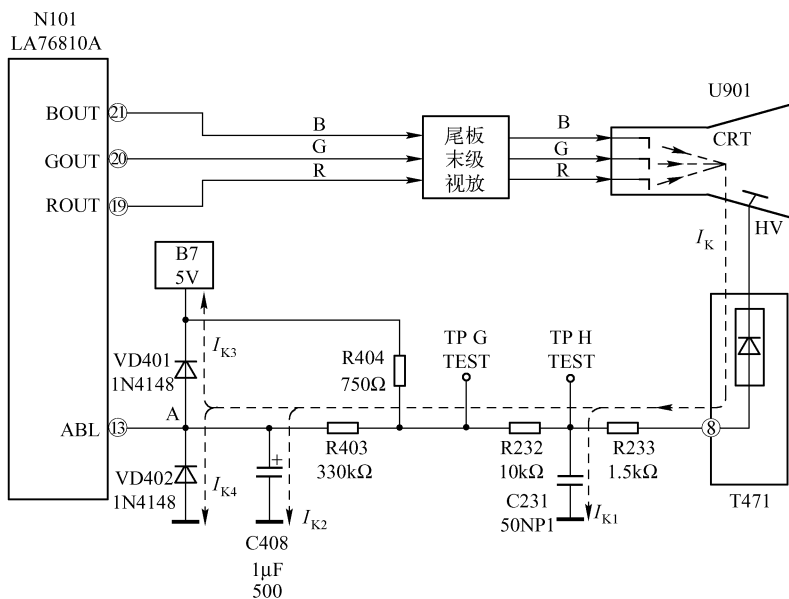

图 3-43 ABL 电路原理图
① 灯丝电压 H, 由 T471⑨脚输出, 是一种脉冲电压, 主要供给显像管灯丝, 正常输出时, 有 4.0V 左右的交流电压 (用交流电压挡测得), 用直流电压挡测量时为 0V。
② B3 (190V) 视放末级供电电压, 由 T471②脚输出的脉冲电压经 VD441 整流、C439 滤波后获得, 主要送入显像管的尾板电路。
③ 显像管阳极高压 HV, 由行输出高压电缆输出, 并通过高压帽加到显像管的锥体上。
④ 显像管聚焦极电压  $U_{FD}$ , 由行输出变压器的引出线输出, 加到显像管管座的聚焦电压接线盒内部的极片上。
⑤ 显像管帘栅极电压  $U_{SCREEN}$ , 由行输出变压器的引线输出, 加到显像管尾板电路中与管座帘栅引脚 (G2) 连接点处。正常时, G2 点电压约为 280V。
⑥ 由 T471⑩脚输出的行逆程脉冲信号, 主要供给行扫描小信号处理电路和字符产生电路。其输出的交流电压约为 19V, 用万用表直流电压挡测量时为 0V。
⑦ 由 T471⑧脚输出的 ABL 控制电压, 主要用于控制 N101 (LA76810A) 的⑬脚, 电路原理图如图 3-43 所示。
在如图 3-43 所示中,  $I_K$  为显像管的束电流, 由 R、G、B 三阴极发射电流合成, 在 HV 高压电场恒定的情况下, 依 R、G、B 信号电流不断地波动变化, 并通过高压线包从 T471 的⑧脚输出, 使⑧脚的有信号动态电压在 -8.4~+11.7V 之间不断变化, 其无信号静态电压约为 -2.9V。由⑧脚输出的  $I_K$  电流分别向 C231 和 C408 充电, 形成  $I_{K1}$  和  $I_{K2}$  电流。当光栅亮度过暗时,  $I_K$  电流减小, ⑧脚电压驱于正值增大,  $I_{K1}$  和  $I_{K2}$  减小, C408、C231 的上端电压上